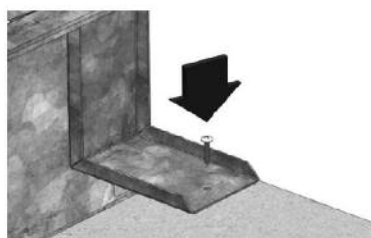

FIG.3
- 5 - Le staffe metalliche sono predisposte per un eventuale fissaggio al solaio tramite vite (fig.3)